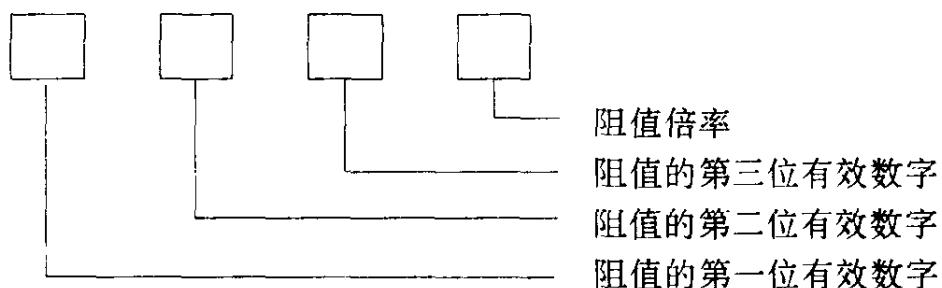

图 1-1-3 电阻器阻值的表示法
(1) 直接表示法。直接表示法就是直接将电阻器的标称阻值和允许偏差及其他技术参数标注在它的表面上。有以下几种表示方法：
①用 3~4 位阿拉伯数字来标注电阻的阻值。不管用 3 位或 4 位，最后 1 位一定表示阻值的倍率，其余的表示阻值的有效数字，如图 1-1-3 所示。